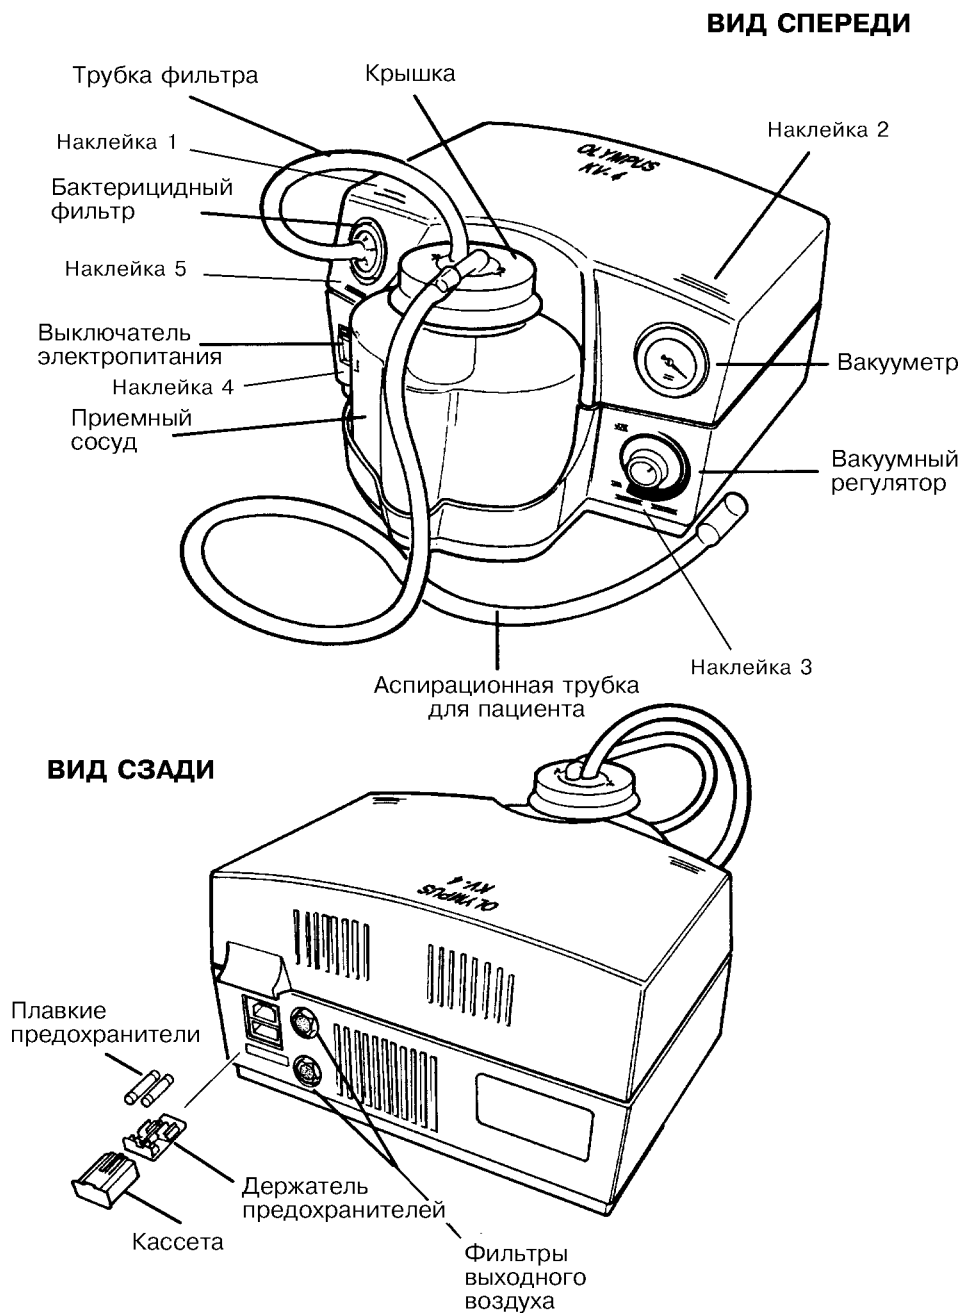

Рис. 1 Внешний вид отсасывателя KV-4
3. Проверить соответствие установленных плавких предохранителей номинальным параметрам сетевого электропитания. Предохранители установлены в извлекаемом держателе, расположенном на разъеме для подсоединения сетевого электропитания на задней панели отсоса (см. рис.1).